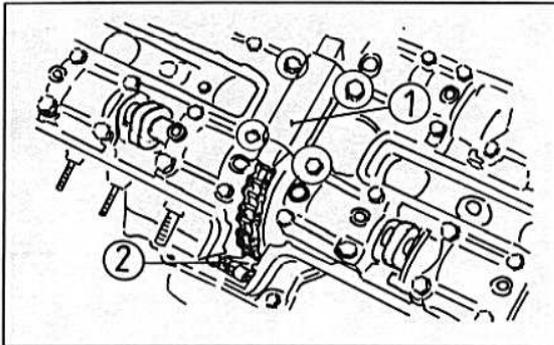

Bild 113
- Die obere Steuerkettenführung abschrauben (Bild 113).